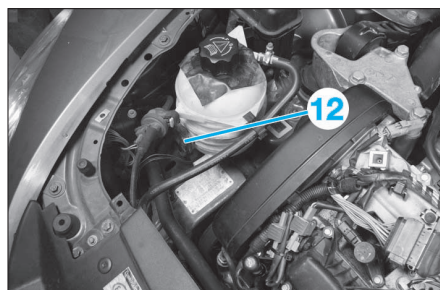

FIG. 95
- Déconnecter le connecteur du capteur de niveau de liquide de refroidissement (12) (Fig.95).